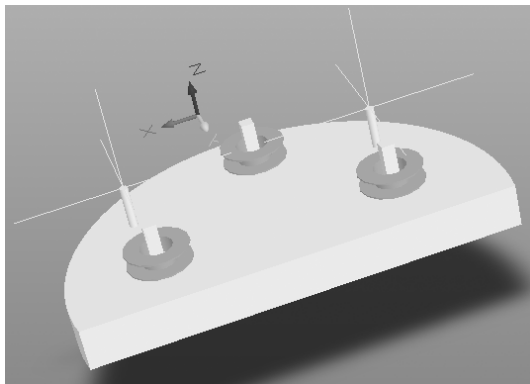

图 11-72 放置定位基准线
1) 单击菜单栏中的“工具”→“3D 体放置”→“从顶点添加捕捉点”命令，在 3D 体上单击，捕捉基准点，添加定位孔基准线，如图 11-72 所示。